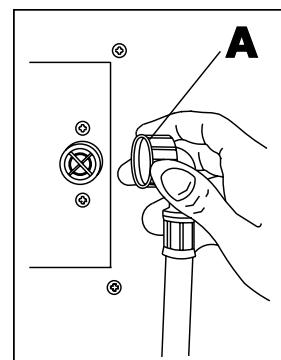

Abb. 6
- Das Wasserrohr an das Anschlussstück (3/4" G) des Gerätes durch Einschrauben des Stutzens anschließen (A - Abb. 6). Einen mechanischen Filter und einen Absperrhahn im Kreislauf zwischenfügen.